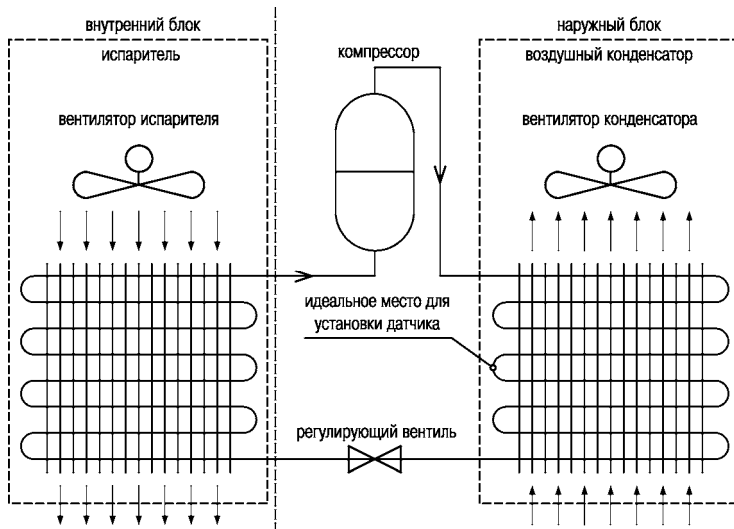

Рисунок 5.1
5.3 Определить место для установки датчика. Датчик следует устанавливать посередине фреоновпровода воздушного конденсатора, т. е. на среднем калаче (соединителе прямых отрезков трубопровода), см. рисунок 5.1.